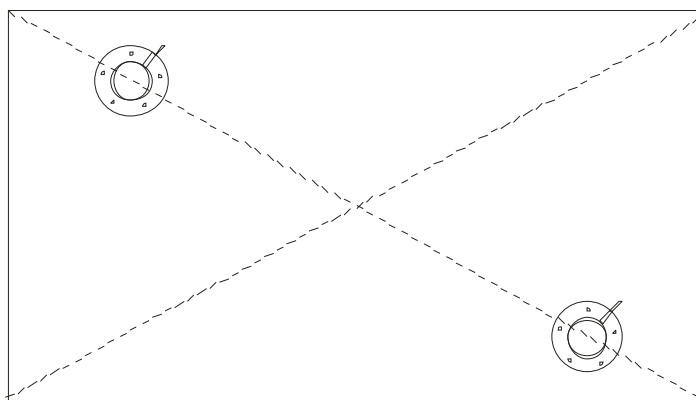

Рис. 9
4) Для повышения точности показаний и уменьшения колебаний показаний уровня возможна установка двух датчиков в один бак. В основном применяется в баках емкостью более 600 литров превышающих длину 1500 мм. Датчики устанавливаются по средней линии на длине 1/3 бака и 2/3 бака. См. Рис.9,10